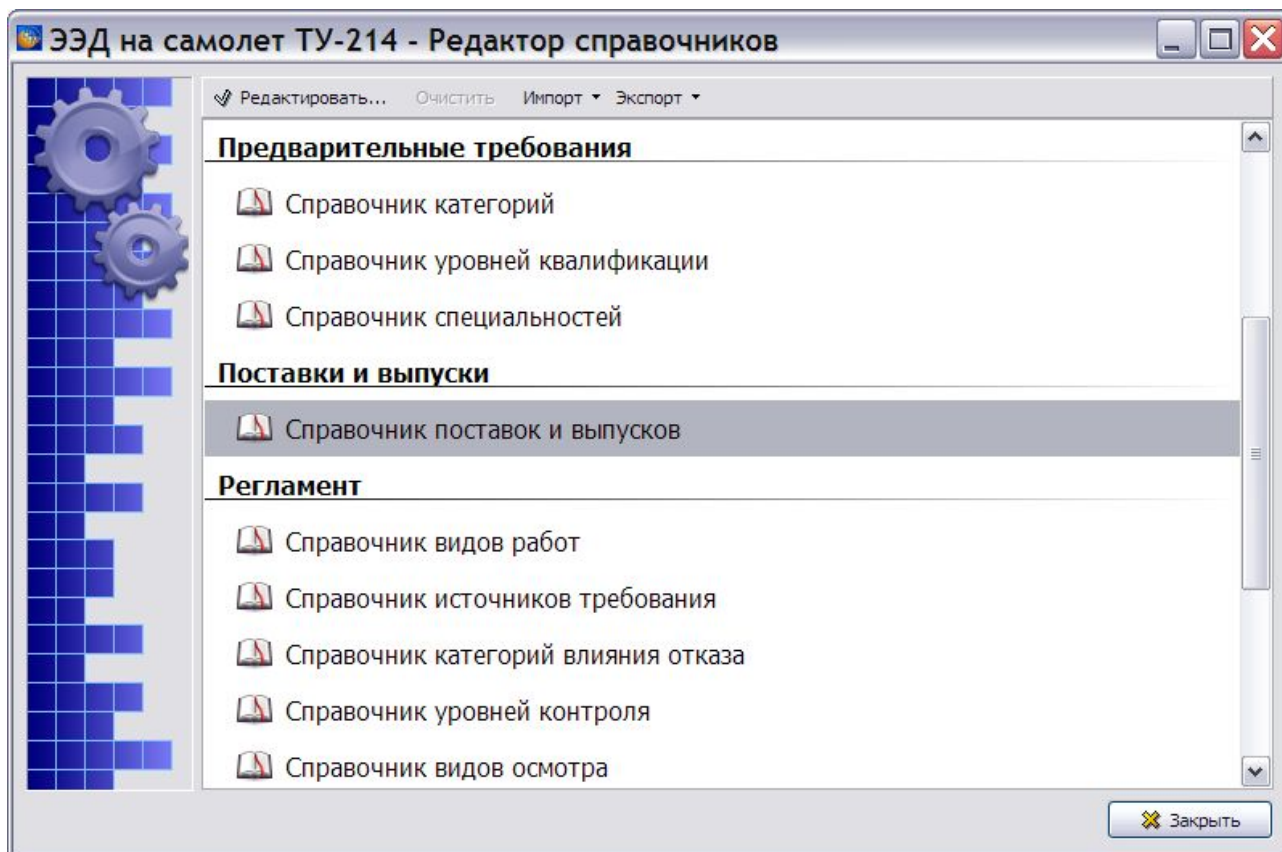

Рис. 11.6
2. Нажмите на кнопку **Редактор справочников**  на панели инструментов. При этом откроется диалоговое окно редактора справочников для выбранного проекта (Рис. 11.6).